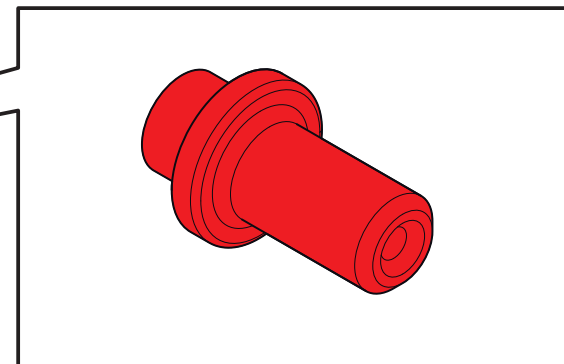

Fig.9
► Fig.9
**En cas de besoin, le câble doit être remplacé par le Revendeur ou par son service d'assistance technique, ou toutefois par une personne ayant une qualification similaire, de manière à prévenir tout type de risque. Le câble doit être remplacé par un câble de mêmes caractéristiques et adapté à l'absorption de l'appareil. Pour le remplacement, référez-vous au ► Fig.9**